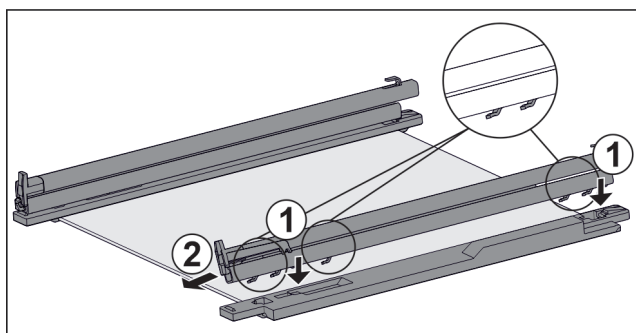

Fig. 130 Placa de vidrio con guías y piezas de sujeción
- ▶ Coloque los ganchos de la guía en las aberturas de la pieza de sujeción **izquierda**. Fig. 130 (1)
- ▶ Tire de la guía hacia delante. Fig. 130 (2)
- ▶ Coloque los ganchos de la guía en las aberturas de la pieza de sujeción **derecha**. Fig. 130 (1)